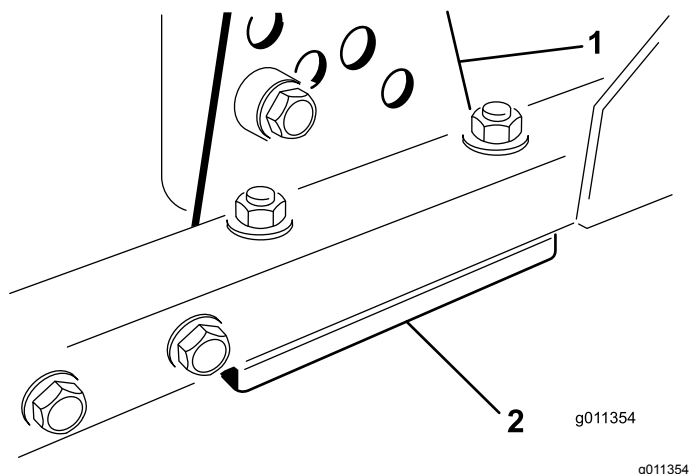

Figura 102
1. Togliete la staffa dell'altezza di taglio (anteriore, sinistra o destra) dal telaio del piatto di taglio (Figura 102).
2. Regolate gli spessori da 1,5 mm e/o gli spessori da 0,7 mm tra il telaio del piatto di taglio e la staffa per ottenere l'impostazione dell'altezza desiderata (Figura 102).